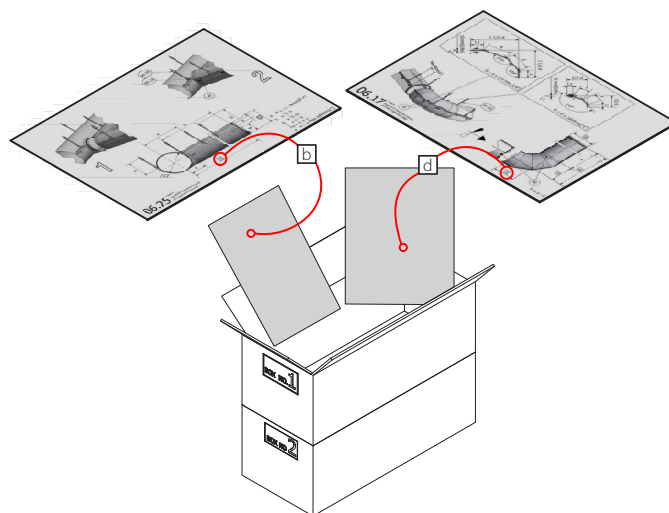

Bild 1 Textilsystem från FabricAir® levereras med projektspecifika ritningar och detaljerad montageanvisning.
- Varje textilsektion är märkt med nummeretikett\*) innehållande viktig information som kanaldimension, materialtyp, tvättanvisning, flödesmodell, leverans-, komponent-id och numrering för korrekt montageordning. Numreringen relaterar även till den bifogade ritningen över systemet (bild 1).